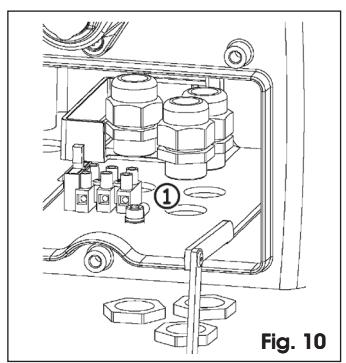

Fig. 10
- Monter les trois serre-câbles fournis dans les trous respectifs présents sous le corps du moteur Fig. 10 réf. ①, en respectant l'orientation illustrée dans la Fig. 10.